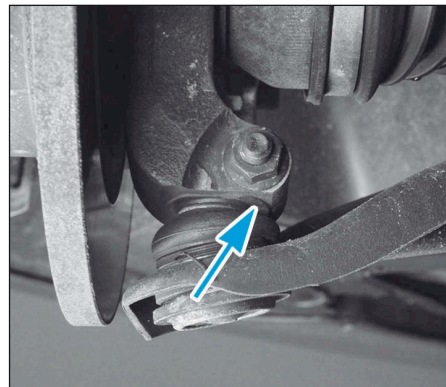

FIG.11
- Centrer le berceau avec les outils [1] placés en lieu et place des vis avant (5).
- Remplacer systématiquement les vis (5) du berceau ainsi que les fixations des rotules inférieures.
- Approcher puis serrer les vis (5) en commençant par les vis arrière.
- Contrôler le bon positionnement de la bague (flèche) sur les rotules inférieures (Fig.11).
- Remplacer systématiquement les fixations (2), (3), (4) et l'écrou de la fixation (5).
- Contrôler le bon positionnement de la bague (flèche) sur la rotule inférieure (Fig.11).